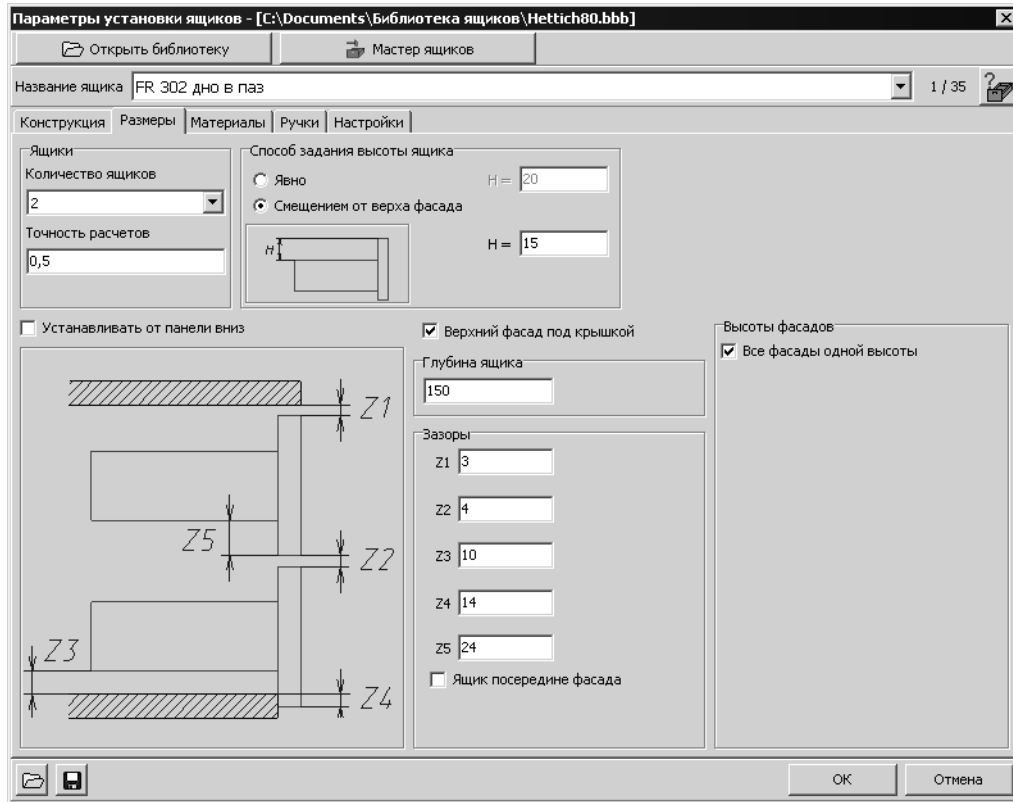

Рис. 8.14.
Элементы управления, расположенные на вкладке **Размеры** (рис. 8.14), позволяют задать вертикальные размеры элементов ящиков и его глубину.
1. От расстояния между заданными границами секций вычитаются значения всех зазоров между фасадами и элементами конструкции секции и т. п. Для примера, изображенного на рис. 8.14 на с. 62, это параметры  $Z1$  и все  $Z2$ .